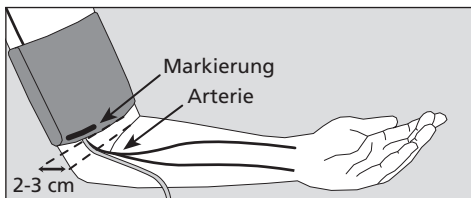

Bild 2
- ➔ Streifen Sie die zu einem Ring geöffnete Manschette über den Oberarm bis der untere Manschettenrand ca. 2-3cm oberhalb der Armbeuge liegt. Die Manschette muss so platziert werden, dass die Markierung auf der Arterie liegt (siehe Bild 2).